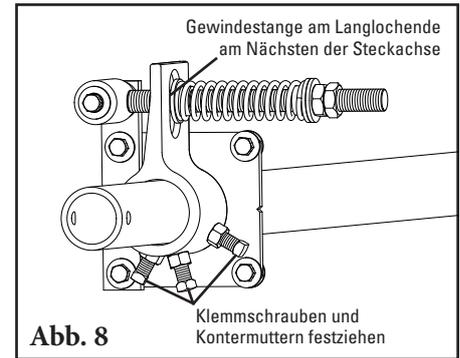

Abb. 8
8. **Das Abstreifblatt gegen das Band spannen.** Das Abstreifblatt drehen, bis es das Band berührt. Die Federbuchse flach an den Spannarm halten und diesen so drehen, dass der Schwenkarm an dem Ende des Spannarm-Langlochs anschlägt, das der Steckachse am nächsten ist. Die Klemmschrauben und die Kontermuttern am Spannarm festziehen (Abb. 8).